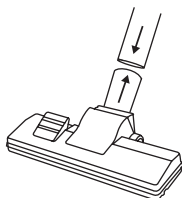

Fig. 6 – Montaje de la boquilla multiuso
- Conecte el tubo de aspirado en la boquilla multiuso o boquilla cepillo o también en la boquilla para rincones, de acuerdo a lo mostrado en la Fig. 6;